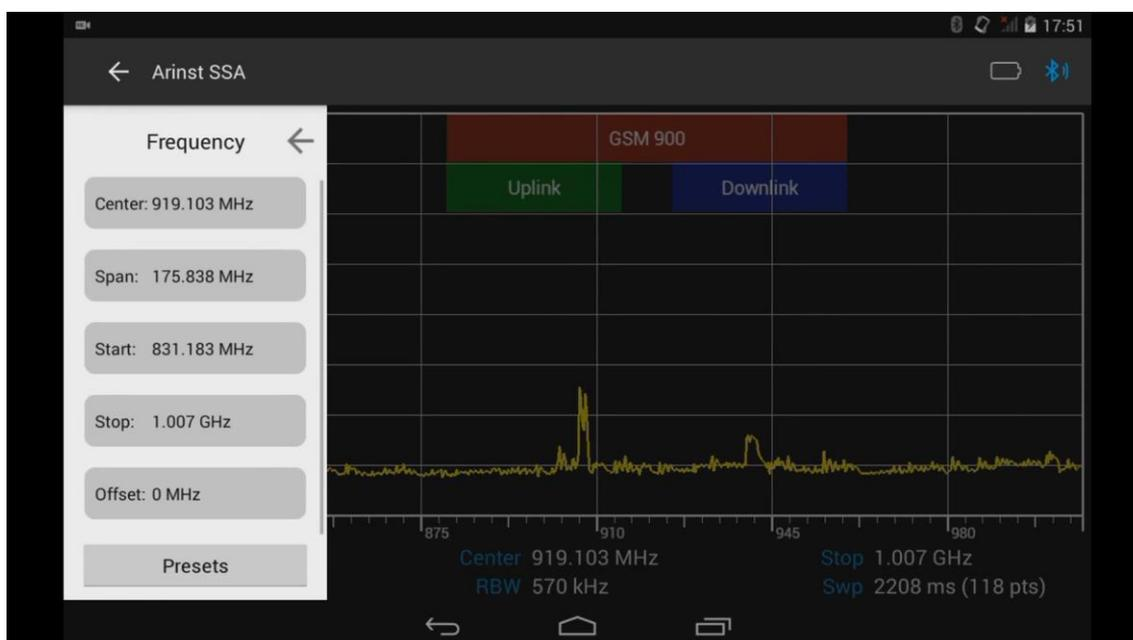

Рисунок 30 – Меню управления рабочим диапазоном частот
8.5.1. Из главного меню управляющей программы войдите в меню управления рабочим диапазоном частот, нажав меню **Frequency** (Рисунок 30).